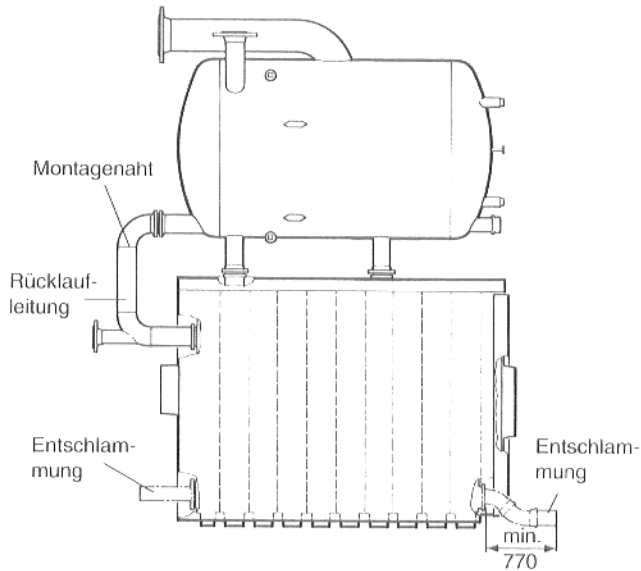

Abb. 15
- Dampftrommel wie in Abb. 15 zu sehen auf den Kesselblock aufsetzen.
- Die Rücklaufleitung (Abb.15) hinten am unteren Abgang der Dampftrommel und an den oberen Abgang des Anschlußgliedes anflanschen (Dichtung nicht vergessen).
- Die in Abb. 15 angezogene Schweißnaht ist nur geheftet und muß nach den entsprechenden Vorschriften auf der Baustelle durchgeschweißt werden.
Um ein einwandfreies Öffnen der Brennentür zu gewährleisten, empfehlen wir in den Gewindeflansch am Vorderglied zwei lange Bogen G4 - 45° nach DIN 2950 R 2" (Abb. 15) bauseitig einzudichten. Auf das freie Ende des Rohrbogens ist ein Entschlammungsventil (Schnellschlußventil) bauseitig aufzudichten. Die Gesamtlänge muß 770 mm betragen, damit die Brennentür problemlos zu öffnen ist.